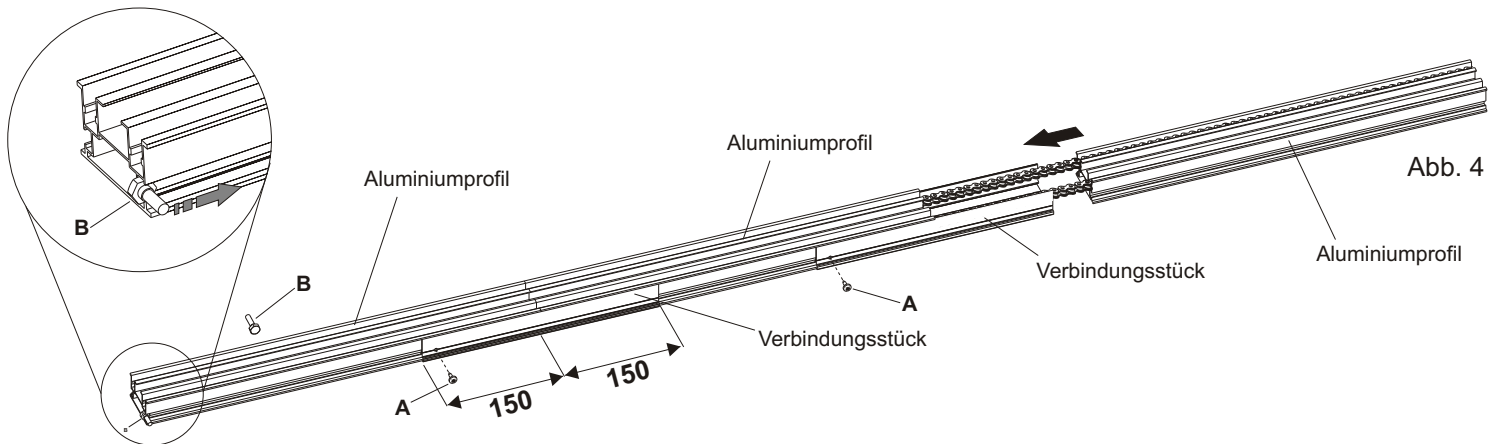

Abb. 4
- Das Verbindungsstück in das Aluminiumprofil zur Hälfte seiner Länge (150mm) einführen und mit der Schraube **A** (Abb. 4) befestigen.
- Die zwei mitgelieferten Muttern (**B**) in die Spalten der Aluminiumprofile einführen (Abb.4)
Achtung: In Abb. 4 ist ein in den Spalten eingesetztes Schraubenpaar abgebildet, das zur Befestigung des CORONA Antriebs an der Decke mit den zwei dafür vorgesehenen Schienen benötigt wird (Siehe auch Abb. 7).